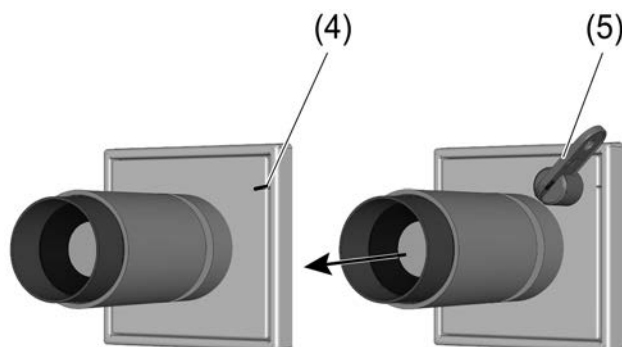

рисунок 3: Демонтаж осветительной насадки
- Установите магнит (5) на высоте маркировки (4) на крышку осветительной насадки (рисунок 3).